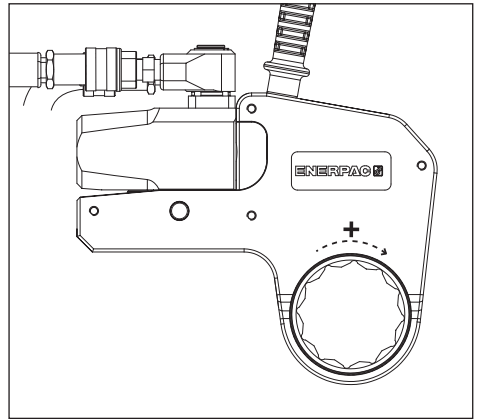

Abb. 7
4.3.1 Festziehen einer Mutter oder Schraube (Abb. 7 und 8)
- Setzen Sie den Abstützarm (17) gegen ein geeignetes Widerlager (18). Das Widerlager wirkt der durch das Werkzeug verursachten Kraft entgegen.